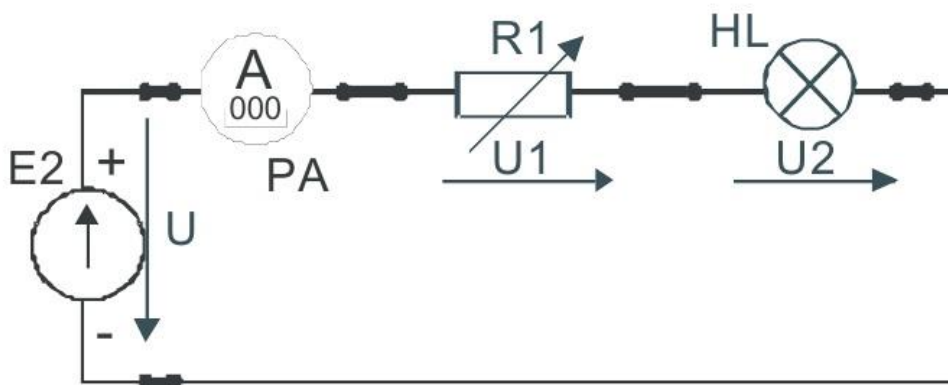

Рис. 1
2. Собрать трехфазную электрическую цепь (рис. 1), выбрав элементы цепи в соответствии с заданием. Представить схему для проверки преподавателю. Собрать электрическую цепь для снятия вольтамперных характеристик элементов цепи (рис. 1) и предъявить её для проверки преподавателю. В качестве регулируемого источника постоянного напряжения использовать источник E2, выходное напряжение которого регулируется потенциометром. В качестве резистора R1 использовать резистор R5 стенда. Предъявить схему для проверки преподавателю.
5. Для указанного преподавателем значения входного напряжения выполнить графический расчет тока и напряжений на отдельных участках цепи по рис. 1. Результаты расчета занести в табл. 2.